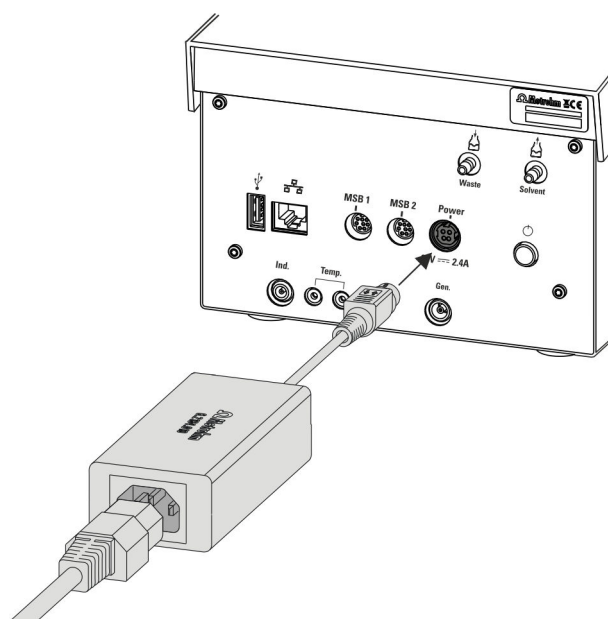

Abbildung 1 Netzteil anschliessen
- 1 Stecker des externen Netzteiles mit der Netzanschluss-Buchse des Coulometers verbinden (siehe Abbildung 1, Seite 3).